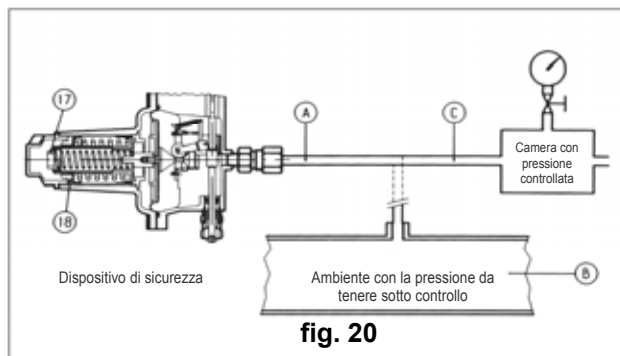

fig. 20
- B) Per dispositivi sprovvisti della valvola "push" (fig. 20) è consigliabile collegare separatamente la testata di comando ad una pressione ausiliaria controllata e ripetere le operazioni qui sopra descritte.
B) Per dispositivi sprovvisti della valvola "push" (fig. 20) è consigliabile collegare separatamente la testata di comando ad una pressione ausiliaria controllata e ripetere le operazioni qui sopra descritte.